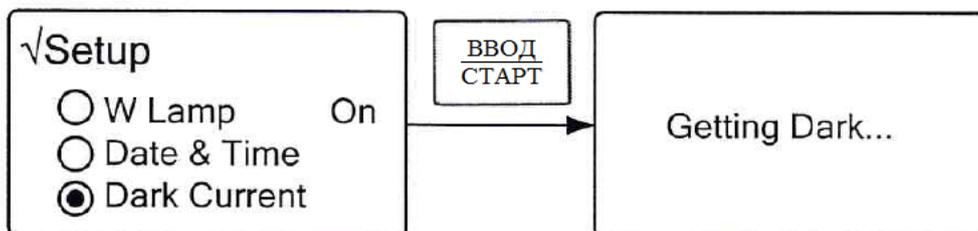

Рисунок 24. Компенсация темного тока
2.5.2.4. “Dark Current” – функция компенсации темного тока. В процессе длительной работы спектрофотометра для повышения точности измерения рекомендуется периодически проводить расчет темного тока, значение которого сохраняется в памяти спектрофотометра, и в дальнейшем будет использоваться в расчетах. Такая же процедура проводится при включении спектрофотометра. Для проведения процедуры компенсации темного тока с помощью кнопок “▲” и “▼” выберите строку **Dark Current** и нажмите кнопку “ВВОД/СТАРТ”. Процедура пройдет автоматически (см. рис. 24), после чего прибор вернется в меню настроек.